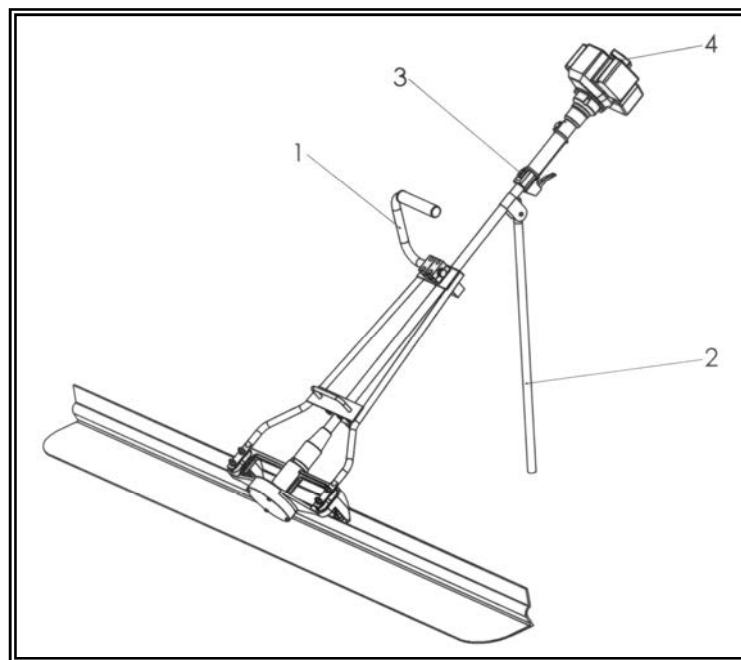

Fig.: 1.8-1
- 4.- Une fois le travail terminé pour arrêter la machine il faudra passer l'interrupteur **Pos. 3** en disposition **OFF**. (Voir fig.: 1.8.1).